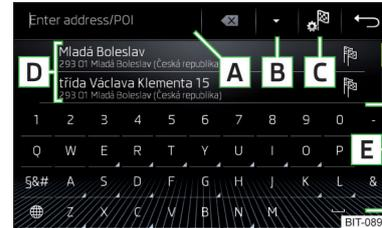
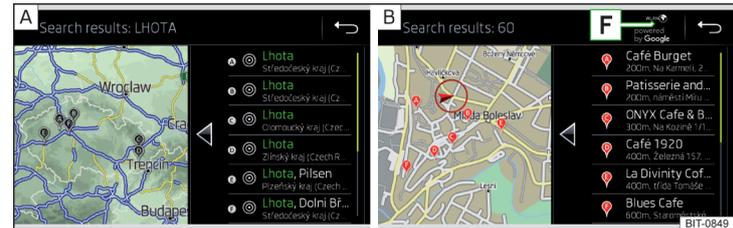

Abb. 227
Abb. 228 Liste der aufgesuchten Ziele: in den Navigationsdaten / online
Funktionsflächen » Abb. 227 und » Abb. 228
Im Bereich **D** » Abb. 227 wird eine Liste der aufgesuchten Ziele angezeigt.
- **oder:** Die Funktionsfläche **B** » Abb. 227 antippen.
-  In den Navigationsdaten aufgesuchte Ziele » Abb. 228 - **A**.
-  Online aufgesuchte Ziele » Abb. 228 - **B**.